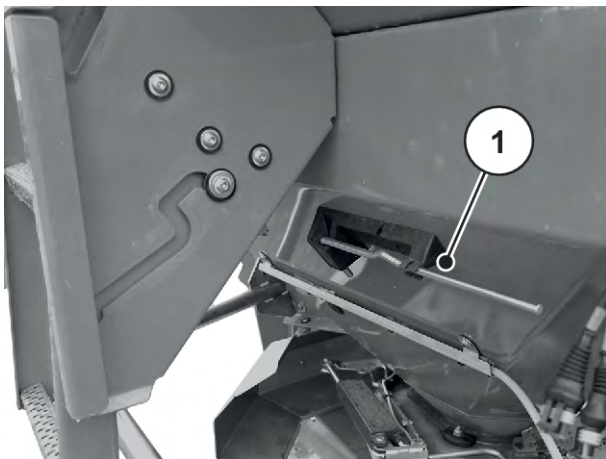

Рис. 31: Розташування регулювального важеля AXIS xx.2
- ▶ Знову вставте важіль регулювання в передбачене для нього кріплення. Див. *Рис. 31 Розташування регулювального важеля AXIS хх.2*